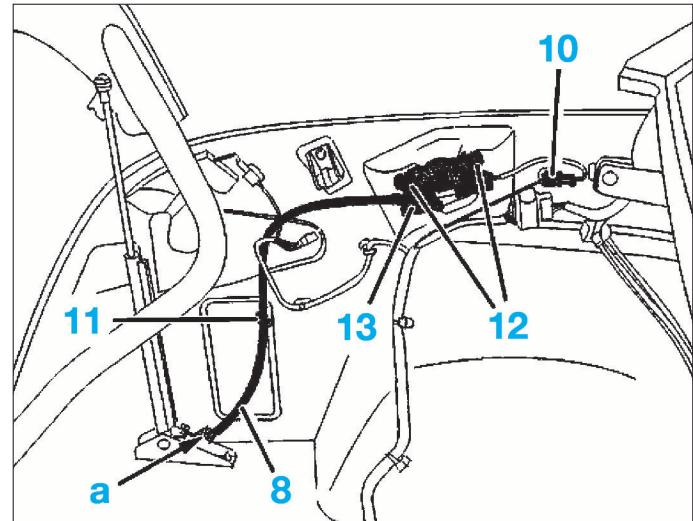
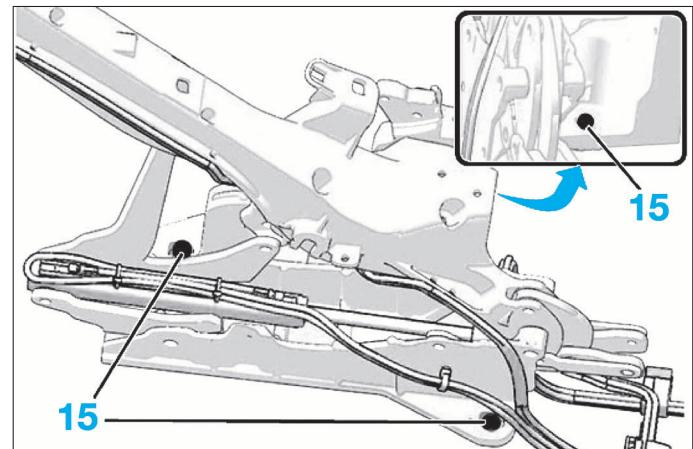
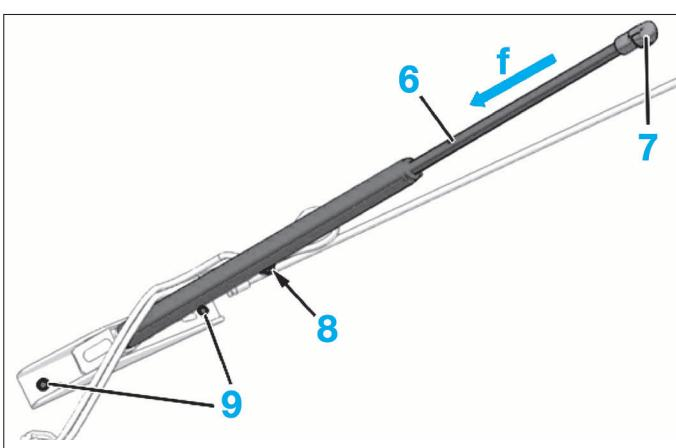

FIG. 86
FIG. 87
FIG. 85
- Dégrafer la fixation (7) du vérin (6) (Tube de coffre) (Fig.85).
- Déposer les fixations (9) de la chape du vérin sur le plancher de coffre .
- Coffre ouvert en position intermédiaire (vers l'arrière), débrancher le connecteur (10) (Fig.86).
- les vis de fixation (12)
- la serrure (13).
- Dégrafer le câble de l'arrêt de gaine (8) en (a) (Fig.85 et 86).
- Dégager le câble (8) de l'agrafe (11).
- Comprimer le vérin (6) (Fig.85).
- Dégager et déposer le vérin (6).
- Déposer les vis (15) du mécanisme d'articulation du toit escamotable (Fig.87).